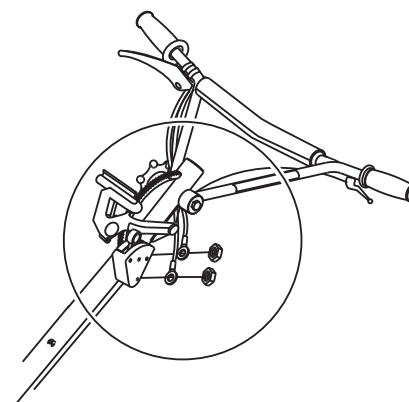

Figura 14. Ligação dos fios
6. Ligue os dois fios entre a alavanca de presença do operador e as peças do terminal do interruptor de paragem de segurança. (um por peça; uma das posições). Volte a instalar e aperte as porcas. (Figura 14).